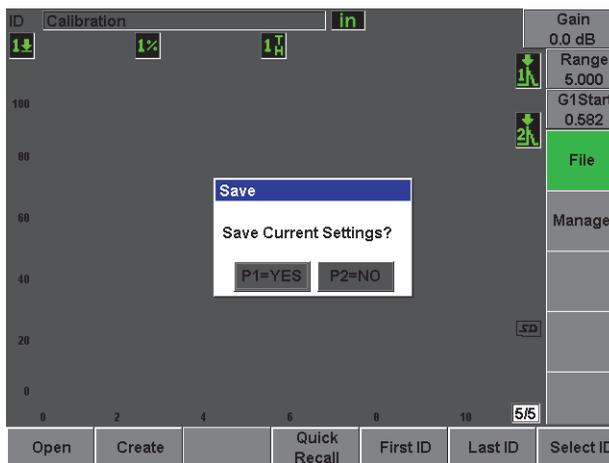

Figura 2-21 Caixa de diálogo Save
- Pressione **Save** (veja Figura 2-21 na página 57).